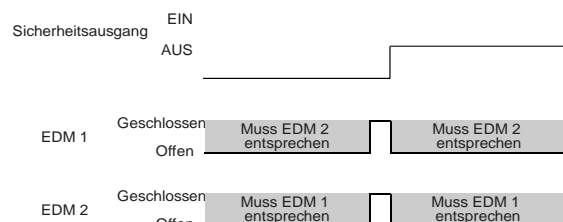

Abbildung 29: Zeitdiagramm: Status der zweikanaligen externen Geräteüberwachung in Bezug auf den Sicherheitsausgang
- **Zweikanal-Überwachung:** Es handelt sich um den Anschluss voneinander unabhängiger geschlossener Überwachungskontakte, die jeweils mit einem durch die Sicherheitsauswertung gesteuerten Gerät mechanisch verbunden sind. Beide EDM-Eingänge müssen geschlossen werden, bevor am Sicherheitsauswertung ein Reset durchgeführt und die OSSDs eingeschaltet werden können. Während die OSSDs eingeschaltet sind, können die Eingänge ihren Zustand ändern (entweder beide offen oder beide geschlossen). Wenn die Eingänge länger als 250 Millisekunden im entgegengesetzten Zustand bleiben, tritt ein Sperrzustand ein. Siehe Abbildung 29 auf Seite 47.